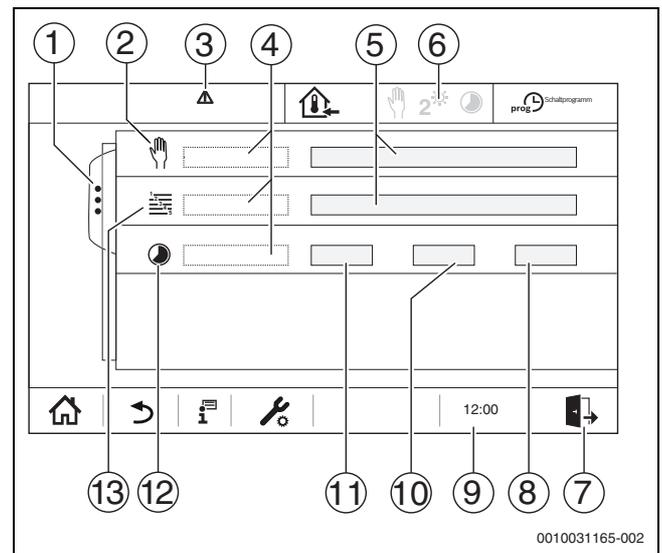

Bild 13 Anzeige: Manueller Betrieb (Beispiel)
- ▶ Auswahlfeld (→ Bild 13, [5 und 13]) für die jeweilige Funktion antippen.